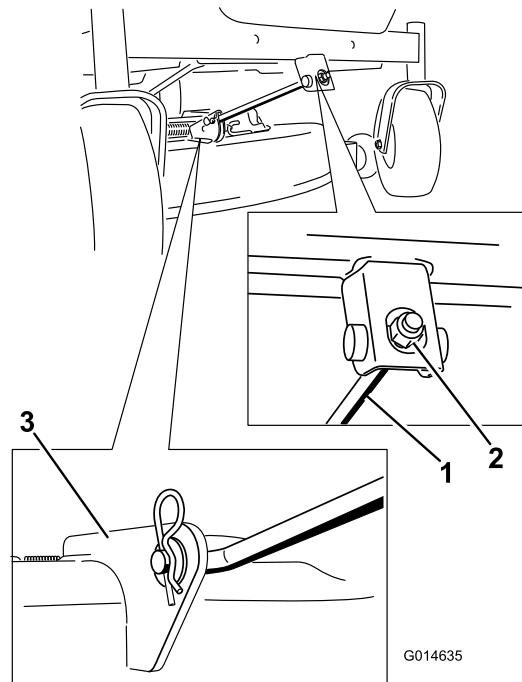

Figure 59
4. Retirez la goupille fendue de la tige de support avant et déposez la tige du support de tablier (Figure 59).
6. Fixez la tige de support avant au tablier de coupe à l'aide de l'axe de chape et de la goupille fendue (Figure 59).